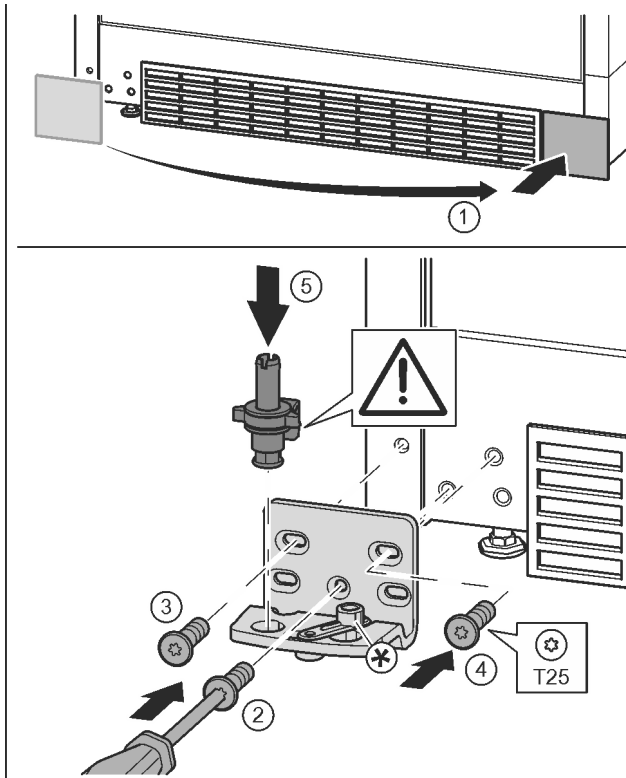

Fig. 17
- ▶ Detașați capacul și montați-l pe partea opusă. Fig. 17 (1)
- ▶ Aplicați suportul de lagăr pe partea opusă și înșurubați-l cu ajutorul unei șurubelnițe T25. Începeți cu șurubul 2 de jos din centru. Fig. 17 (2)
- ▶ Înșurubați ferm șurubul 3 și 4. Fig. 17 (3, 4)
- ▶ Introduceți complet bolțul de lagăr. Aveți grijă aici ca respectiva camă de cuplare să fie îndreptată către înapoi. Fig. 17 (5)